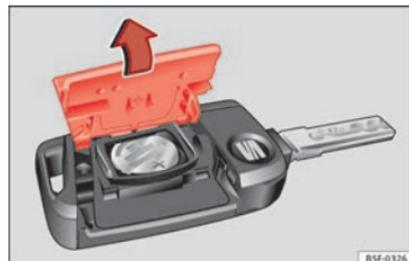

Fig. 118 Chave do veículo: abertura da tampa do compartimento da pilha.
- Retire a tampa na parte traseira da chave do veículo »» Fig. 118 na direção da seta »» ❶.
- Coloque a tampa na carcaça da chave do veículo, pressionando-a tal como se mostra »» Fig. 118, no sentido contrário ao da seta, até que encaixe.
❶ CUIDADO